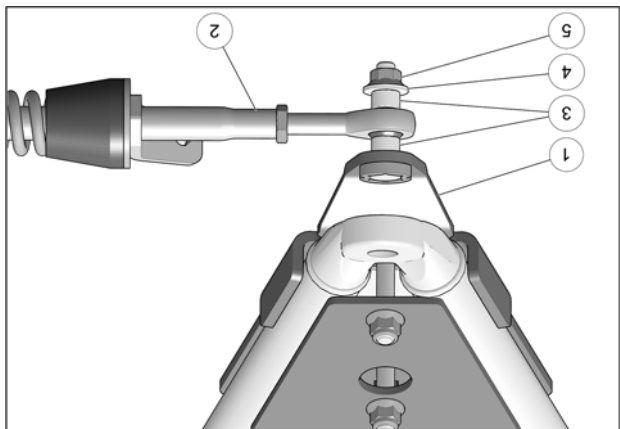

Fig. 29
12. Fixer le bras stabilisateur (2) au boulon déjà installé sur l'ancrage de suspension (1) à l'aide des deux espaceurs (3), de la rondelle (4) et de l'écrou autobloquant (5). Serrer à un couple de 70 N•m [52 lb•pi]. Voir la Fig. 29